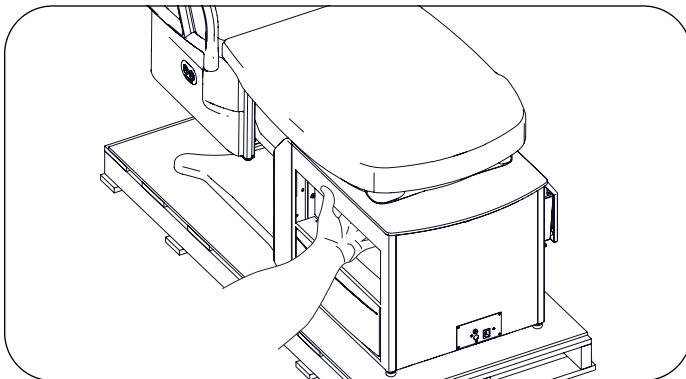
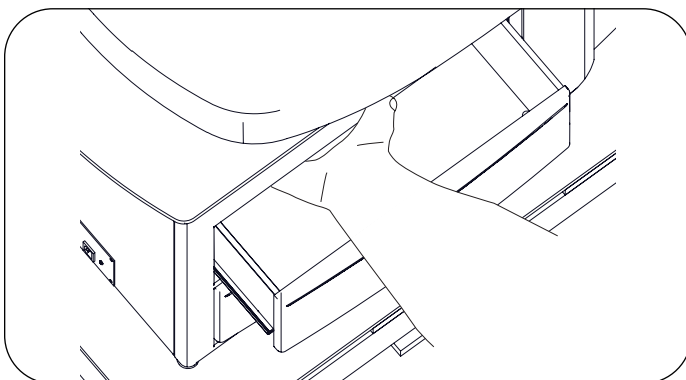
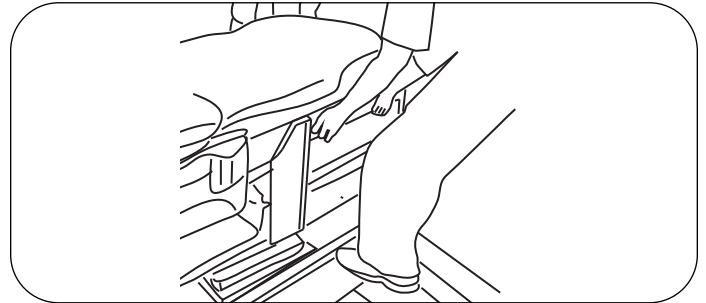

Figura 19. Asidero trasero izquierdo
Figura 20. Asidero trasero derecho
Figura 21. Puntos de elevación traseros
20. Los puntos de elevación traseros son las aberturas del cajón pasante trasero superior a la izquierda y la derecha (Figura 19, Figura 20, Figura 21).